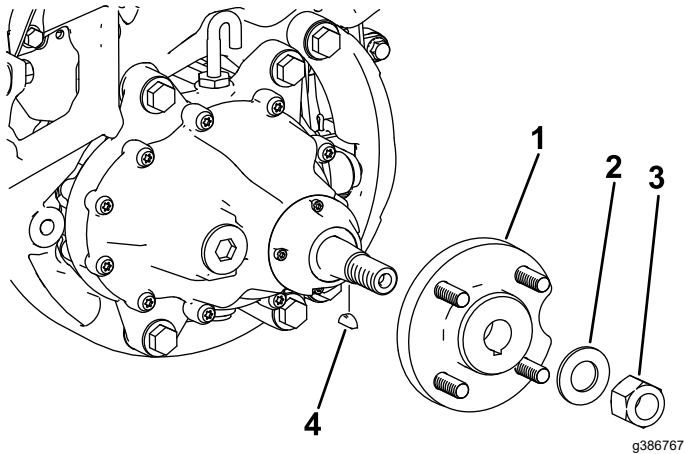

図 8
1. 先ほど外しておいたハブを、ロックナットとワッシャで元通りに取り付ける 図 8。
3. 半月キーを取り付ける 図 8。